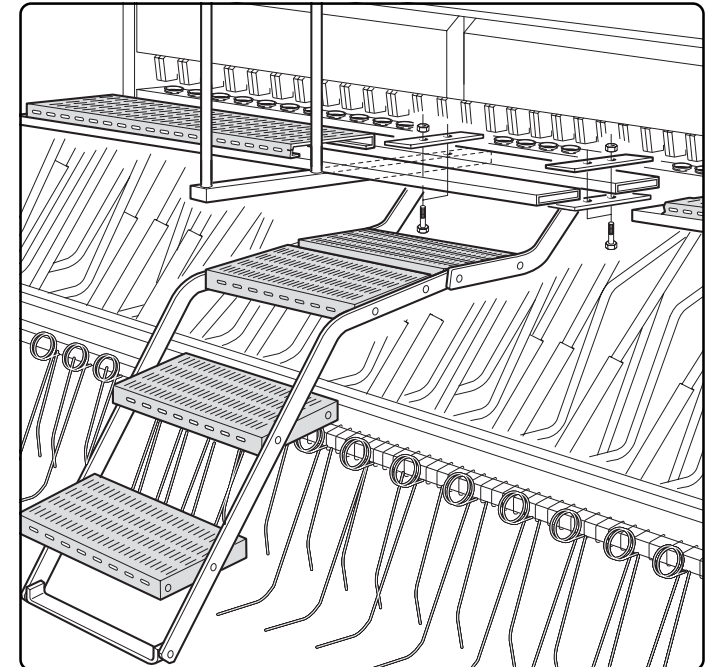
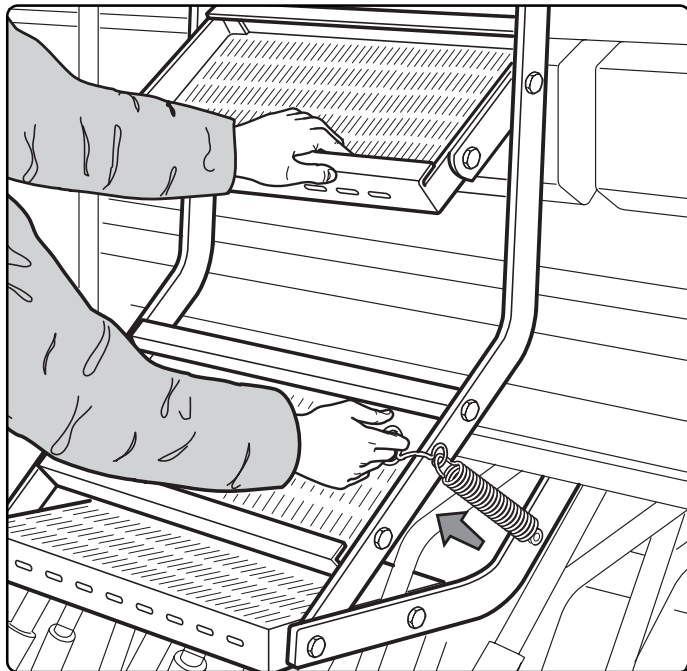

Fig. 4
Fig. 5
- 2) Fissare la scaletta sotto i due tubi dell'intelaiatura che regge la pedana (Fig. 4), si consiglia di montarla in posizione centrale. Per il trasporto, sollevarla e fermarla
- 2) *Fasten the steps under the two tubes of the frame that supports the platform (Fig. 4), it is advisable to fit it centrally. For transport, lift and stop it with the spring catch (A, Fig. 5).*
- 2) *Fixer l'échelle sous les deux tubes du châssis qui soutient les plans d'appui (Fig. 4), il est conseillé de la monter au centre.*
- 2) Fije la escalerilla debajo de los tubos del armazón que sostiene la plataforma (Fig. 4), se aconseja montarla
- con l'aggancio a molla (Fig. 5).
- Rohre der Stützstruktur der Treppe befestigen (Abb 4); man empfiehlt die Montage in einer zentralen Position. Beim Transport ist diese Treppe anzuheben und mit der Federklemme zu befestigen (A Abb. 5).
- 4) Die beiden Einheiten der Reihenkennzeichnung (A Abb 7) auf die beiden Enden des unteren Rohrs der Struktur montieren, wobei auf die korrekte Position des linken und rechten Auslegers zu achten ist. Die beiden Bügel (B) zum Anschluß der Ausleger befestigen und das Ventil (C) auf dem oberen Rohr montieren. Der Verlegung der Zylinder-schläuche (D) grösste Achtung gewidmet werden, die Schläuche dürfen nicht mit densichbewegenden mechanischen
- Pour le transport, soulever l'échelle et la bloquer à l'aide du crochet à ressort (A Fig. 5).
- en posición central. Para el transporte, levántela y engánchela con el enganche de muelle (A fig. 5);